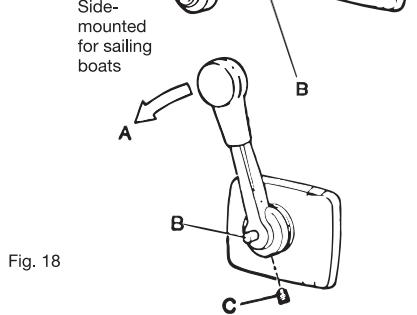

Fig. 18
- Schalten Sie auf „Vorwärts“ (A Fig.18). Montieren Sie den Leerlauf-Knopf auf der Achse durch festen Druck.